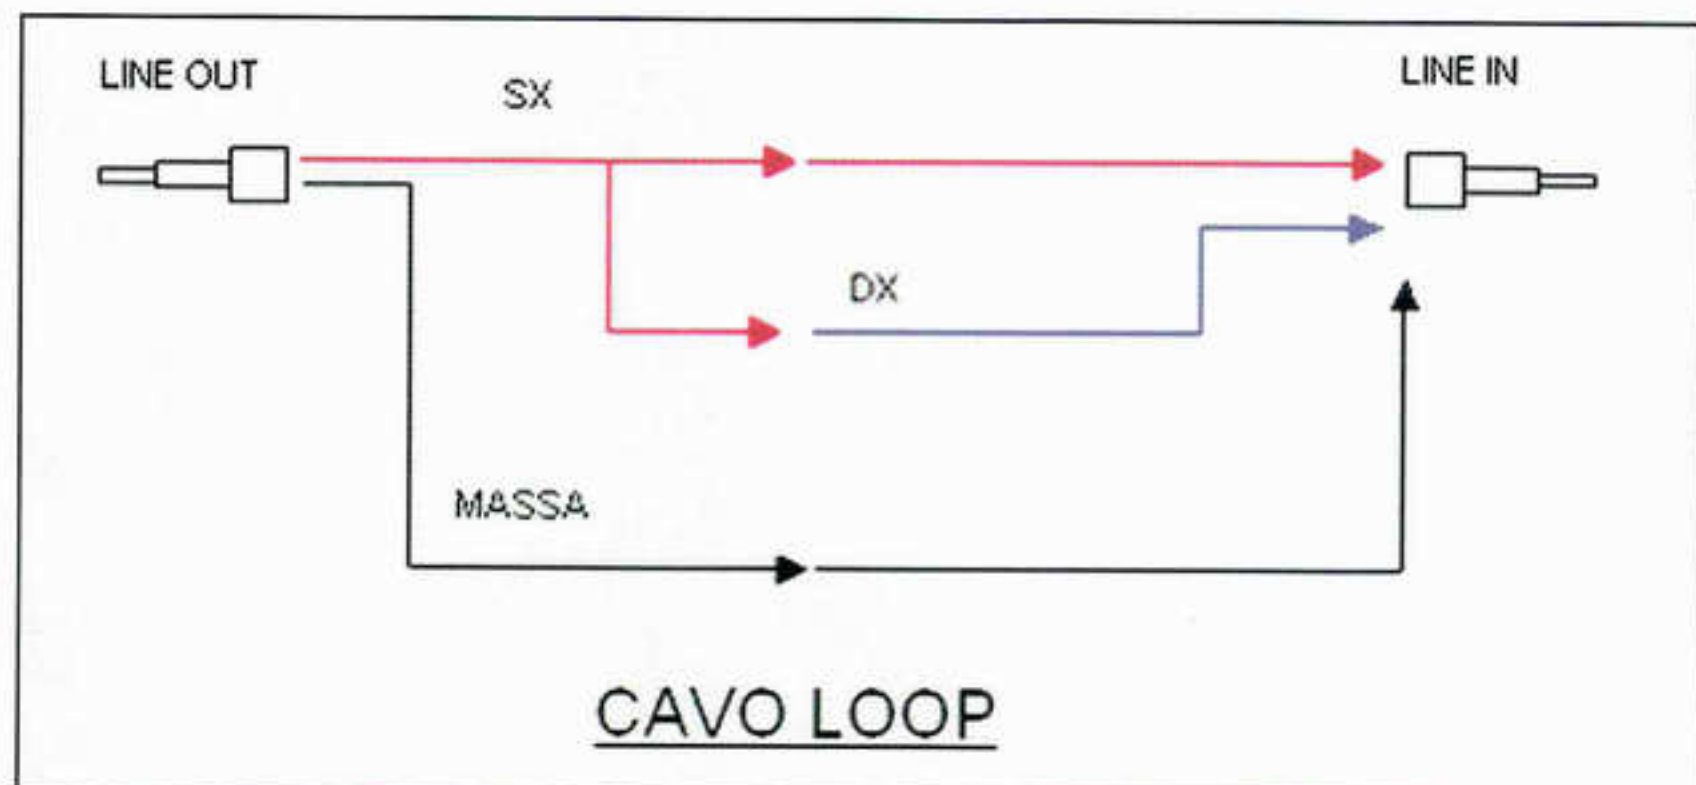

Fig. 1 - Lo schema del cavo loop.
del napoletano Valerio Russo (5), che può essere definito la Rolls Royce dei Jig, quanto a comodità e prestazioni, e che è in fase di test mentre scrivo. Se l'argomento susciterà interesse, vedremo di pubblicare qualcosa di specifico su questo apparecchio. Vediamo ora i due tipi di collegamento necessari: **cavo loop** (Fig. 1) che è usato per calibrare la differenza dei canali della scheda audio e per regolare i volumi; **cavo impedenza** (Fig. 2) che è usato per misurare l'impedenza degli altoparlanti, per misurare i valori di resistenze, induttori e condensatori, e per calibrare la resistenza di riferimento; potete infatti vedere che nel cavo impedenza è presente una resistenza, detta appunto "di riferimento", che ha un valore compreso tra 8 e 12 ohm. Procuratevi una morsettiere, 2 metri di cavo bipolare